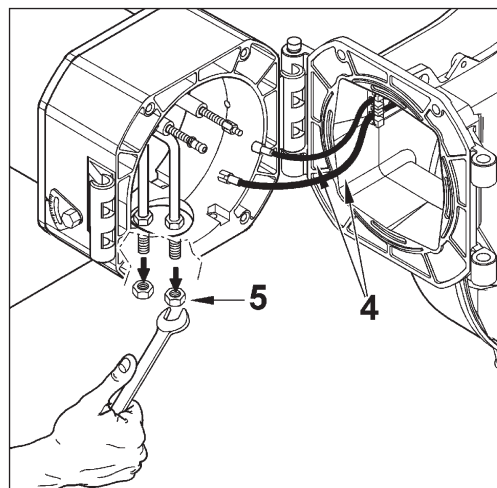

figura-2
All'atto della chiusura del bruciatore, tirare delicatamente verso il quadro elettrico, mettendoli in leggera tensione, i due cavi di accensione, quindi sistemarli nelle apposite sedi (7) di figura 2. Questo eviterà che i due cavi vengano danneggiati dalla ventola durante il funzionamento del bruciatore.